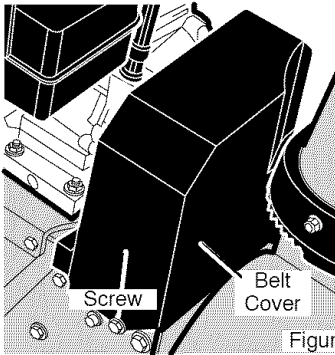

Figure 79
3. Quite el **ornillo** de la **cubierta de la correa**. Quite la **cubierta de la correa** (Figure 79).